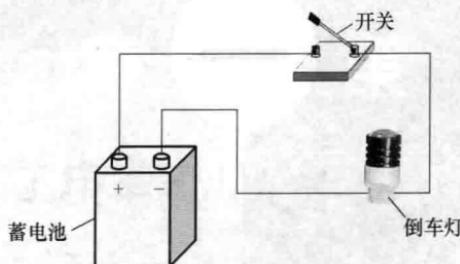

图 1-1 汽车倒车灯电路模型图
(1) 什么是电路 电流通过的路径称为电路。它是为满足某种需要，用选定的导线将电源、电器设备和中间环节相互连接，构成一个完整的供电系统。图 1-1 所示为汽车倒车灯的电路模型图。